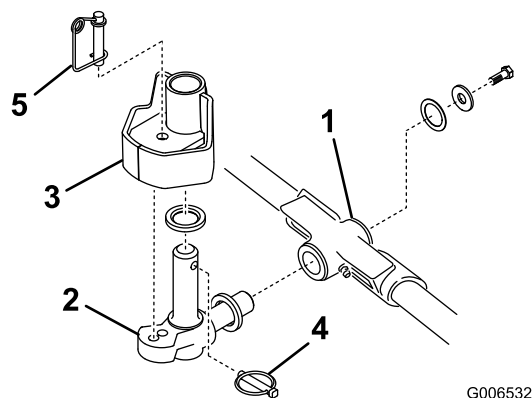

Figure 13
1. Montez une rondelle de butée sur l'axe horizontal du pivot comme illustré à la Figure 13.
2. Insérez l'axe horizontal du pivot dans le tube de montage du bâti porteur (Figure 13).
3. Fixez le pivot au bâti porteur avec une rondelle de butée, une rondelle plate et une vis à embase (Figure 13).
4. Insérez une rondelle de butée sur l'axe vertical du pivot (Figure 13).
5. S'il a été déposé, insérez l'axe vertical du pivot dans le moyeu de pivot du bras de relevage (Figure 13). Guidez le pivot en position, entre les deux amortisseurs de centrage en caoutchouc, dans le dessous de la plaque de direction du bras de relevage.
6. Insérez la goupille à anneau dans le trou transversal de l'axe de pivot (Figure 13).
Remarque: Si une position de plateau de coupe fixe est requise, insérez la goupille de blocage de direction dans le trou de fixation du pivot (Figure 13).
11. Accrochez le ressort autour du bas de la goupille de blocage de direction (Figure 13).